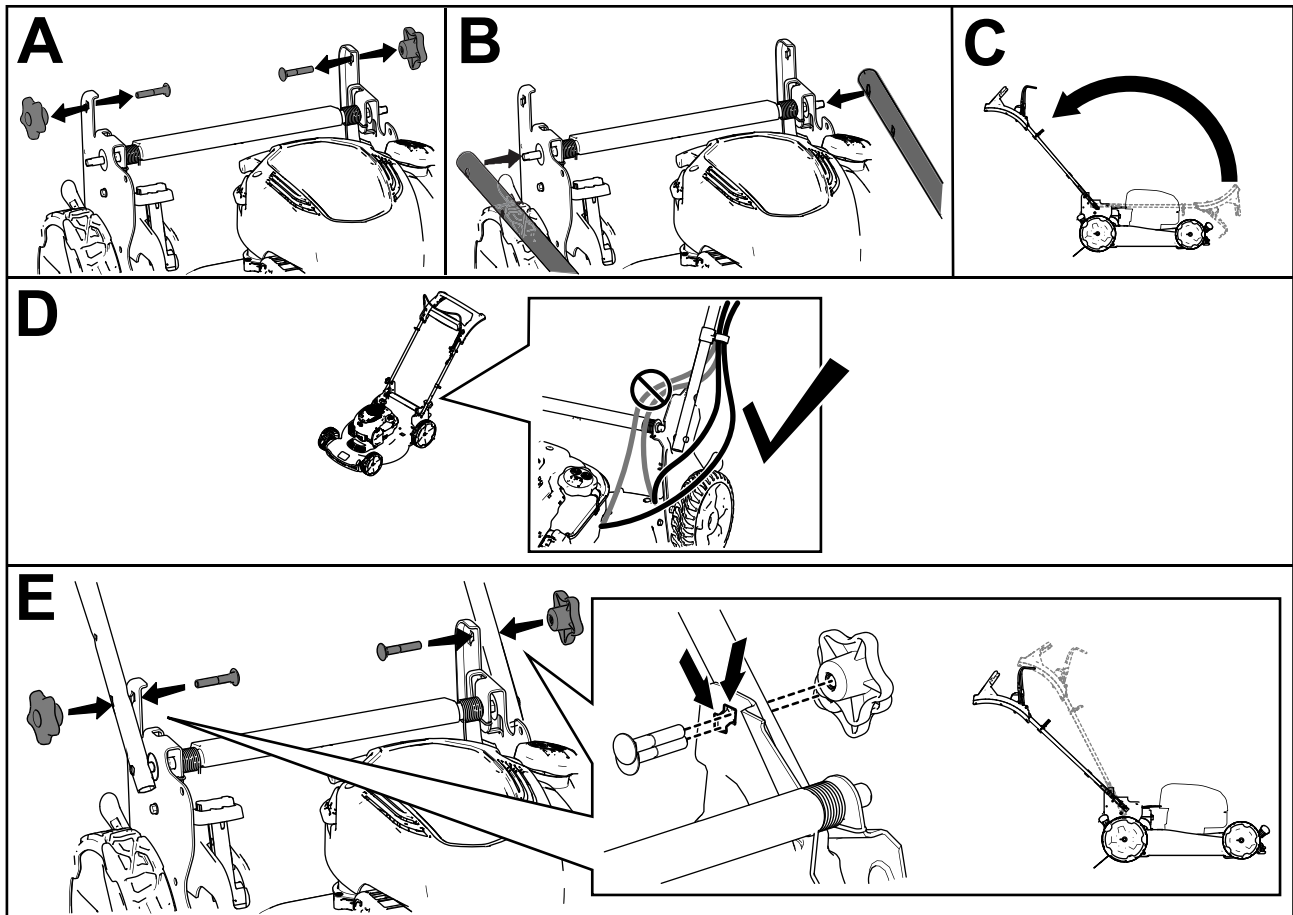

Bild 3
**Hinweis:** Stellen Sie sicher, dass die Kabel zur Außenseite des Holms verlegt sind und nicht eingeklemmt werden (D in Bild 3).
Der Knopf und die Schlossschraube haben zwei Einbaulagen. Ein falscher Einbau des Knopfes und der Schlossschraube kann zur Instabilität des Holms führen (E in Bild 3).